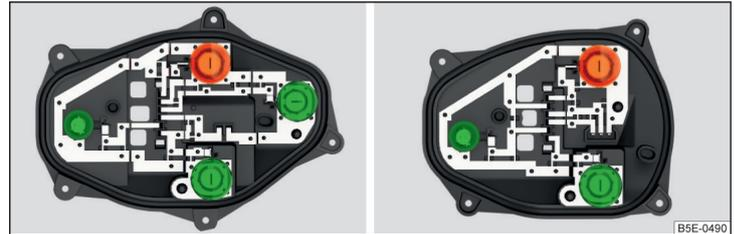

Abb. 228 Innerer Teil der Leuchte: Grundleuchte / Leuchte mit LED-Dioden
- › Die jeweilige Glühlampe » Abb. 228 bis zum Anschlag **entgegen dem** Uhrzeigersinn drehen und aus dem Lampenhalter herausnehmen.